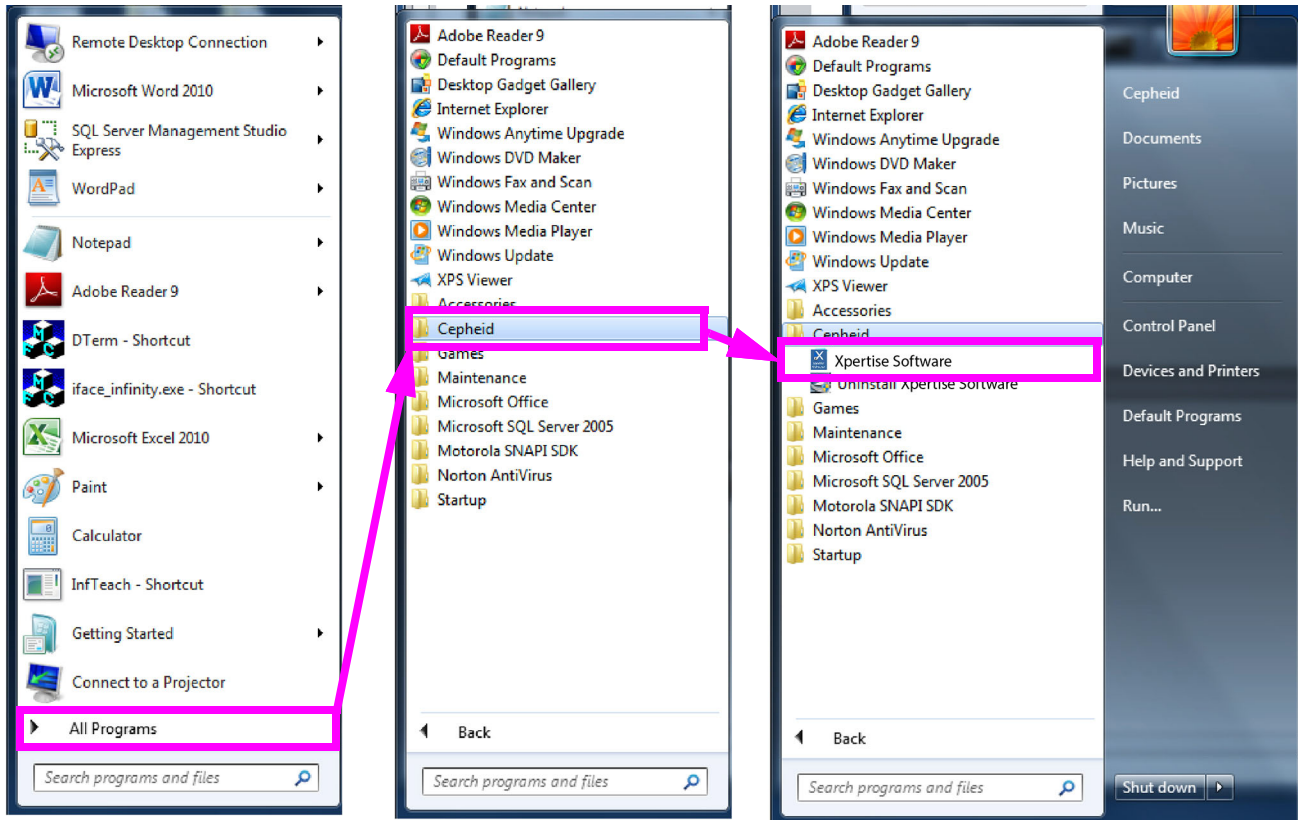

图 2-6. 从程序 (Program) 菜单启动 Xpertise 软件 (Xpertise Software) - Windows 7
- 在 Windows 任务栏上，选择  图标并选择 **All Programs（所有程序） -> Cepheid -> Xpertise Software**。请参见图 2-6。